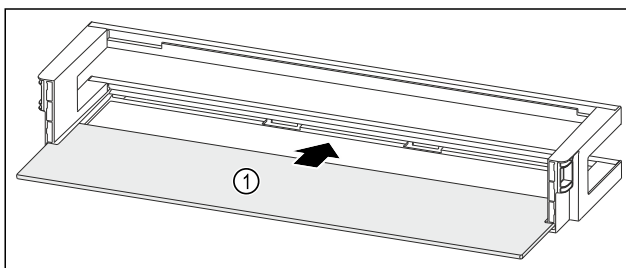

Fig. 161 Türabsteller mit Abstellfläche
- ▶ Abstellfläche Fig. 161 (1) in die seitlichen Aussparungen einschieben.